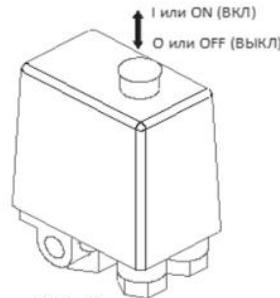

Рис. 6
1. Проверьте, чтобы выключатель на реле давления находился в выключенном положении «О» / «OFF» (Рис.6).
необходимо переключить выключатель в положение «I» или «ON» (Рис.6).
1. Выключите компрессор выключателем на реле давления. Для этого необходимо переключить выключатель в положение «O» или «OFF» (Рис. 6). После этого остановится электродвигатель и произойдет сброс давления из нагнетательного воздухопровода и поршневого блока.